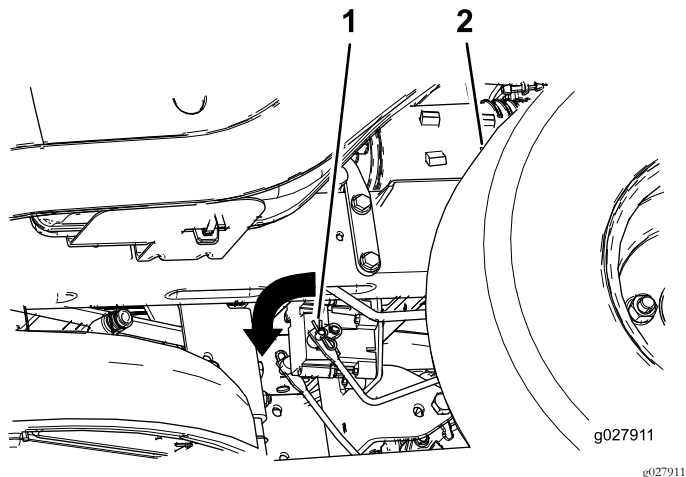

Figura 49
2. Localice el eje del freno eléctrico al que están conectados los brazos de enganche de los frenos (Figura 49).